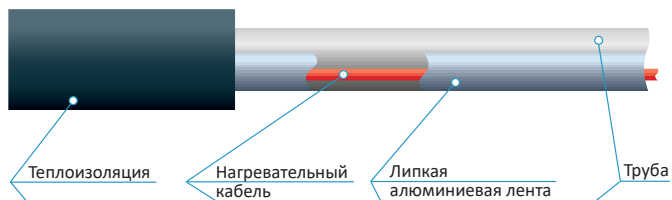
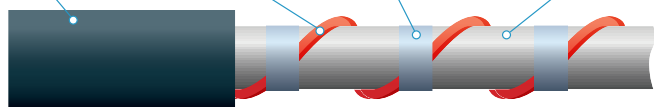

Рис.3
Рис.4
- Установите нагревательный кабель на трубу: либо вдоль трубы (рис. 3), либо используя намотку по спирали (рис. 4).
- Прикрепите нагревательный кабель к внешней поверхности трубы при помощи липкой алюминиевой ленты. Лента должна закрывать кабель по всей его длине, если кабель будет располагаться вдоль трубы (металлический трубопровод). Если производится установка кабеля на пластиковую трубу, то обогреваемый трубопровод следует обернуть липкой алюминиевой лентой или листами алюминиевой фольги таким образом, чтобы вся поверхность трубопровода была ею закрыта без зазоров. Получившиеся покрытие позволяет равномерно распределить вокруг трубы тепло, выделяемое нагревательным кабелем, поскольку алюминий является лучшим проводником тепла, по сравнению с пластиком, из которого изготовлена обогреваемая труба. Затем уложите нагревательный кабель, закрепив его отрезками или витками липкой алюминиевой ленты (рис.4).